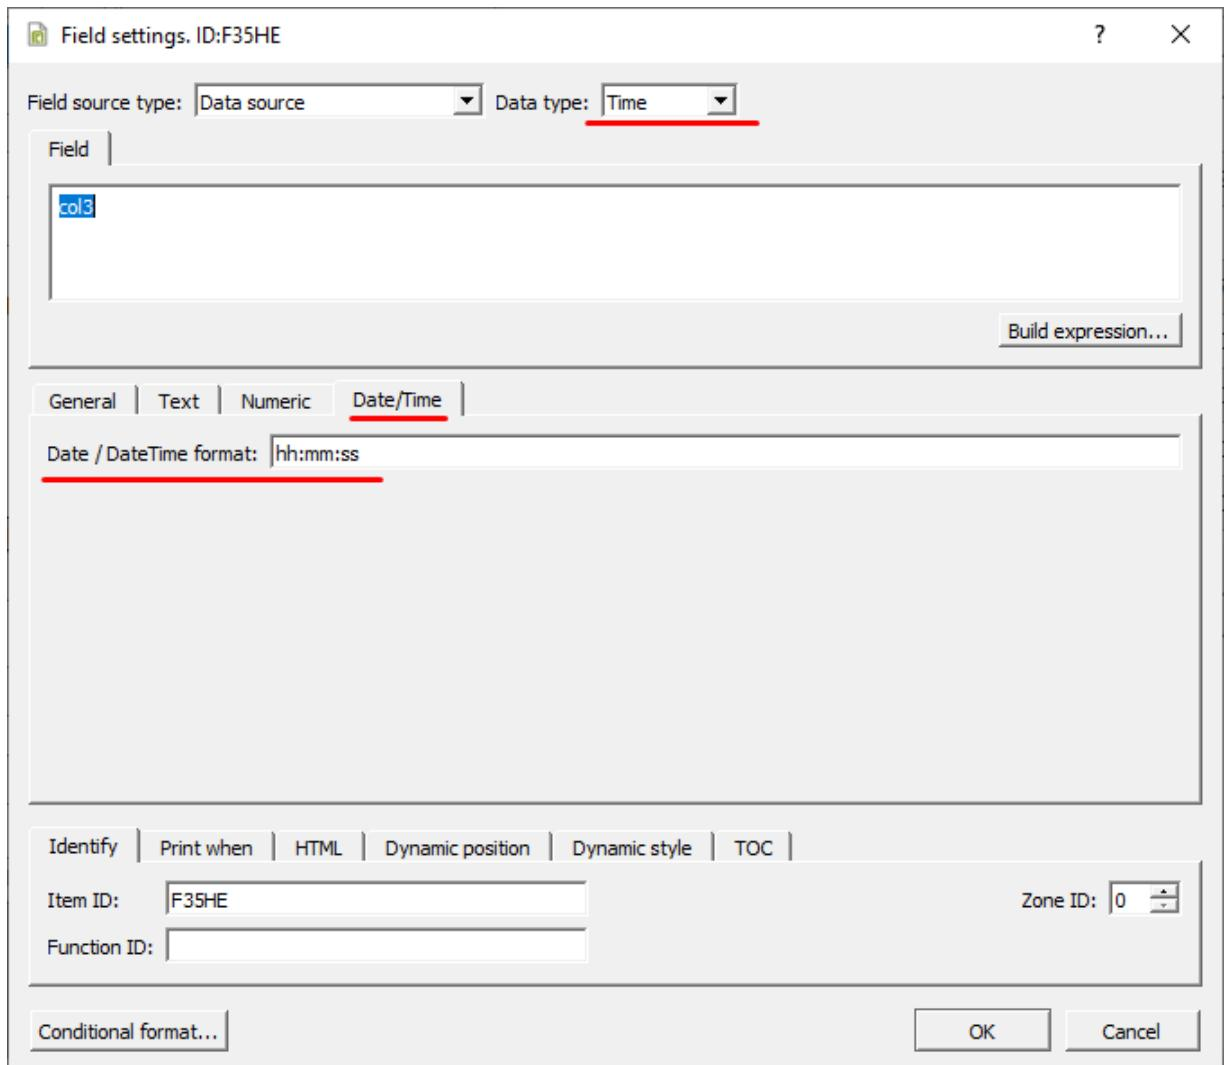

Рисунок 331 - Настройка табличных данных
4. Для колонки времени в графе **Field source type** выберите **Data Source**, в графе **Data type – Time**, в графике **Date/Time** впишите формат даты (Рисунок 331).